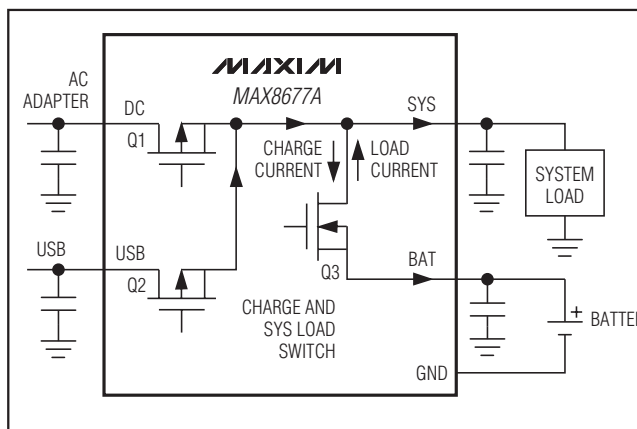

图4. 智能电源选择器方框图
MAX8677A智能电源选择器可在外部输入电源、电池以及系统负载之间无缝切换(图4)。其基本功能如下：
当DC或USB端无可用电源时，内置的40mΩ MOSFET (Q3, 图4)连接SYS和BAT。当检测到DC或USB端连接有电源时，该开关断开且SYS通过输入限制器由有效输入电源供电。
输入电压限制器实质上就是工作于低压差模式的LDO稳压器。低压差工作时，稳压器在DC和SYS间的 $0.2\Omega$  MOSFET (Q1, 图4)仅产生很小的 $I^2R$ 消耗。连接AC适配器或USB电源时，输入限制器可在外部电源、系统负载以及电池充电器之间分配电源。输入限制器除了为SYS端系统负载和充电器负载供电外，还具有优化电源利用率的额外功能：
- **输入电压限制。**如果输入电压超过过压保护门限(典型值6.9V)，MAX8677A进入过压锁定(OVLO)状态。OVLO可为MAX8677A以及后续电路提供高达14V的DC电压、高达8V的USB电压保护。在OVLO状态下，VL保持有效，出现过压的输入开关(Q1、Q3，参考图4)断开，且相应的电源监视器输出( $\overline{DOK}$ 、 $\overline{UOK}$ )以及CHG均为高阻态。
如果DC和USB输入端均出现过压，两个输入开关(Q1、Q2，参见图4)都将断开，充电器关闭。BAT-SYS开关(Q3，参见图4)闭合，允许电池为SYS供电。
如果输入电压低于BAT电压或者低于3.5V(下降沿)DC欠压门限，则输入电源无效。电源无效时，SYS通过一个 $40m\Omega$ 开关(Q3，图4)连接至BAT。
- **自适应电池充电。**当系统由DC供电时，充电器从SYS获取电源为电池充电。如果充电器负载加上系统负载所需要的总电流超过输入电流限制，则自适应充电器控制环路将降低充电电流，以避免SYS电压跌落。保持较高的SYS电压可提高效率，降低输入限制器的功耗。流过开关(Q1或Q2，图4)的总电流是SYS端负载电流与电池充电电流之和。限制器钳位至5.3V，因此输入电压大于5.3V时会增加限制器的功耗。限制器的功率损耗为 $(V_{DC} - 5.3) \times I$ ，但不低于 $I^2 \times 0.2\Omega$ 。另外还需注意的是当任何一路输入超过6.9V(额定值)时，MAX8677A自动关断。